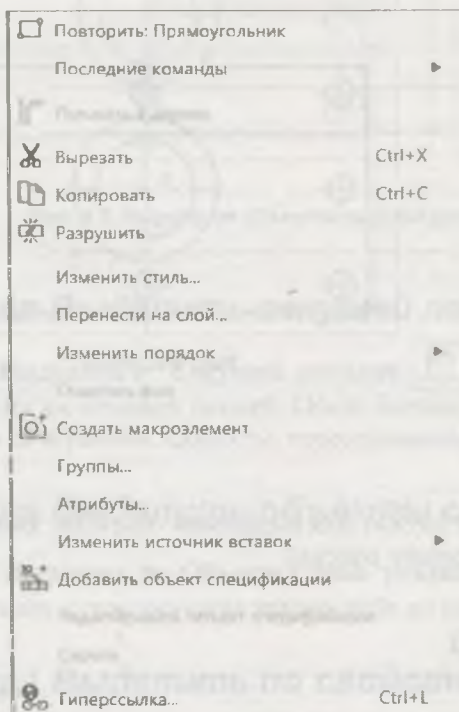

Рис. 9.1. Контекстное меню при выделении нескольких объектов
**Контекстное меню** (рис. 9.1) появляется на экране при нажатии ПК мыши на объекте. Состав его команд зависит от объекта, на который указывал курсор мыши во время нажатия ПК и от выполняемого действия. В меню находятся команды, выполнение которых возможно в данный момент. На рис. 9.1 показано контекстное меню при выделении нескольких геометрических объектов. После вызова любой команды из этого меню оно автоматически закрывается. Если требуется закрыть меню без вызова команды, нажмите клавишу <Esc>.